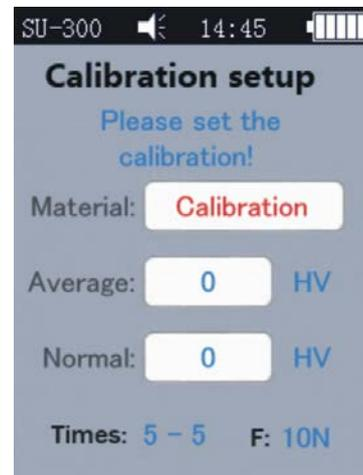

Imagen 7-9-3
**Editar el nombre de calibración:** conforme a la imagen 7-9-3 presionar las teclas [↑] [↓], elegir la opción «Material» (nombre por defecto del sistema «Calibration»). Si el nombre aparece en rojo significa que ya ha sido seleccionado. A continuación, presionar la tecla [ETR] para entrar en la pantalla de edición y la tecla [MAT] para confirmar (la tecla [SCALE] sirve para suprimir). A continuación, presionar la tecla [ETR] para volver a la pantalla de edición. El nombre de la calibración ha sido introducido.
**Introducir los valores nominales:** como se indica en la imagen 7-9-3, presionar la tecla [SCALE] para elegir la escala deseada. A continuación, presionar las teclas [↑] [↓] para elegir la opción «Normal». A continuación, introducir el valor nominal indicado en el bloque de dureza.